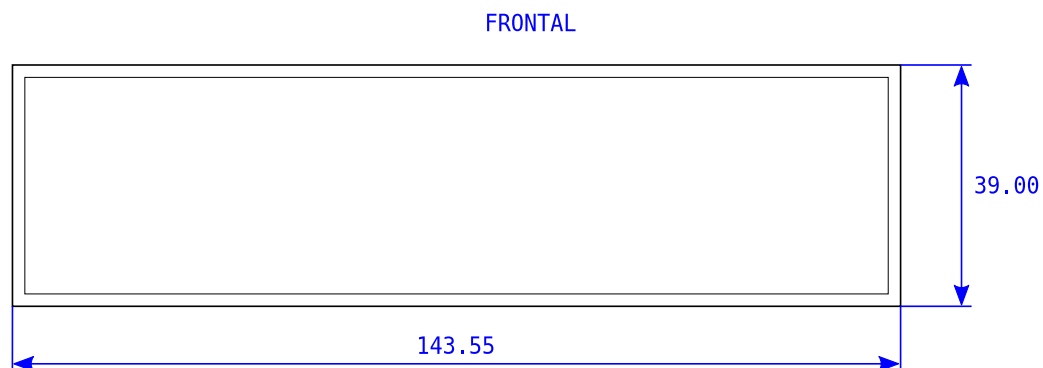

Figura 4: Datos de la caja
- Dada la caja de la figura 4, calcular la fórmula del área en función de su base y su altura.